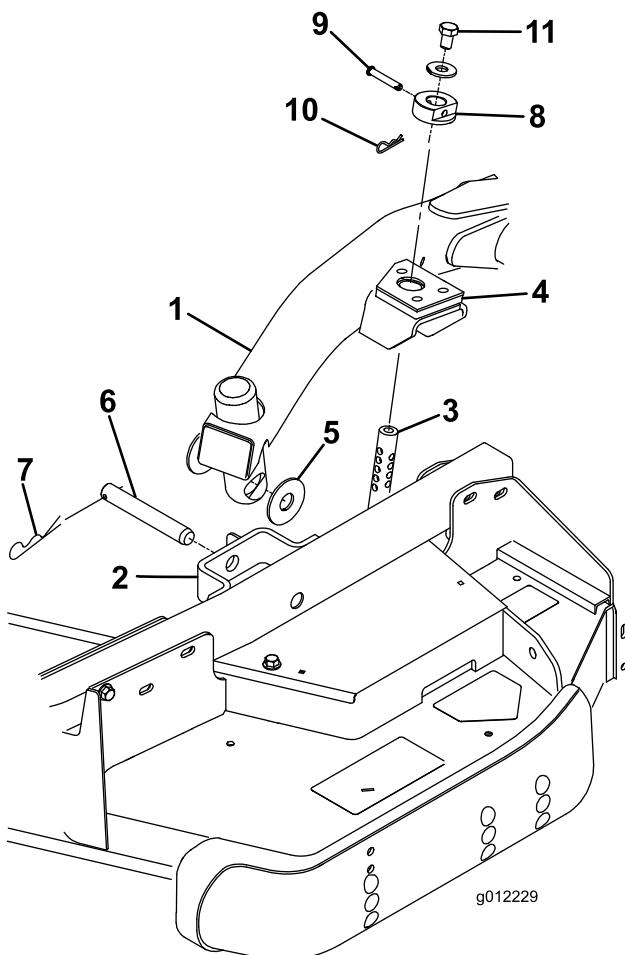

Figura 3
2. Portate la leva di sollevamento in posizione Float. Spingete verso il basso un braccio di sollevamento fino a quando i suoi fori non si trovano allineati ai fori della staffa del braccio della ruota orientabile e l'altezza di taglio può essere inserita nei pattini del braccio di sollevamento (Figura 3).
3. Fissate il braccio di sollevamento al braccio della ruota orientabile con (2) rondelle di spinta, un perno con testa e una coppiglia. Posizionate le rondelle di spinta tra il braccio di sollevamento e la staffa del braccio della ruota orientabile (Figura 3). Inserite l'estremità della coppiglia nell'apposito intaglio di ritegno presente sulla linguetta del braccio della ruota orientabile.
7. Montate i collari dell'altezza di taglio sulle aste dell'altezza di taglio e fissateli con dei perni con testa e delle coppiglie (Figura 3). La testa del perno
8. Montate un bullone (1/2 x 3/4 poll.) e una rondella sulla sommità di ogni asta dell'&altezza di taglio (Figura 3).